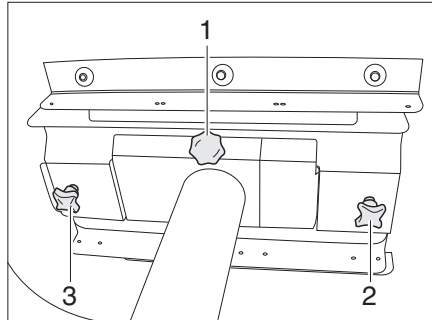

Bild 99 Fester Tisch (Ansicht von unten)
- Befestigungsschrauben (Bild 99,2 und 3) lösen.
- Befestigungsschraube (Bild 99,1) ganz herausdrehen.
- Die Rändelschrauben (Bild 99,2 und 3) lösen.